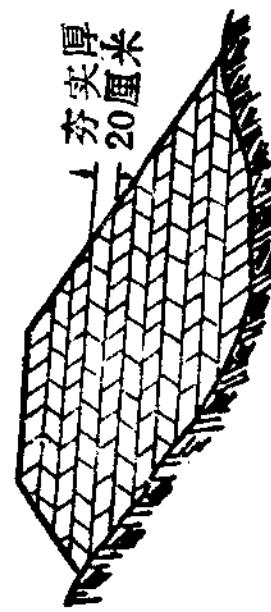

图 3
1. 水平分层填筑法：填土时按照横断面的全宽，分成水平层次，一层一层往上填。如果原地面不平，应由最低处填起。每填一层经过夯实后，再填第二层，直到需要高度为止（图3）。无论采用何种土壤填路基，都要遵守这个填筑方法。